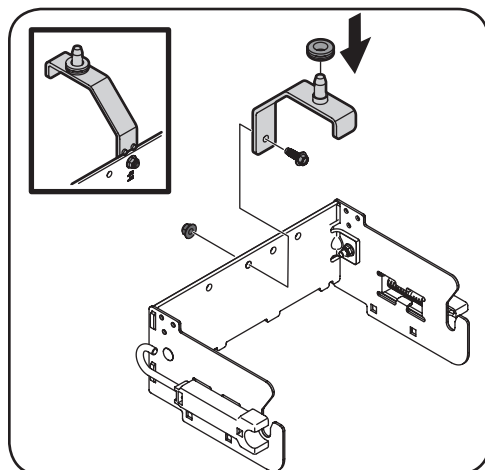

Figura 1-2
3. Voltee el conjunto del soporte y monte la ménsula de soporte (Ref. nº2) en el orificio central del soporte posterior con el tornillo hexagonal (Ref. nº8) y tuerca de seguridad bridada (Ref. nº10). Vea la Figura 1-2.
4. Ponga la arandela de goma en el pasador de la parte inferior de la ménsula de soporte. Vea el recuadro de la Figura 1-2.